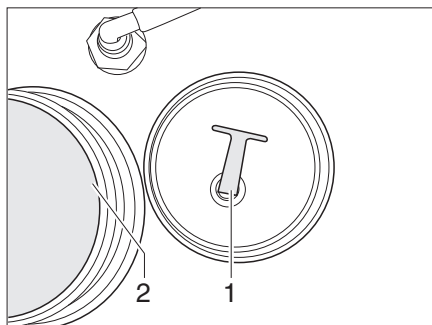

Bild 369 Propp
- Skruva ut proppen (Bild 369,1) ur utloppsöppningen (Bild 369,2). Vattnet rinner ut.